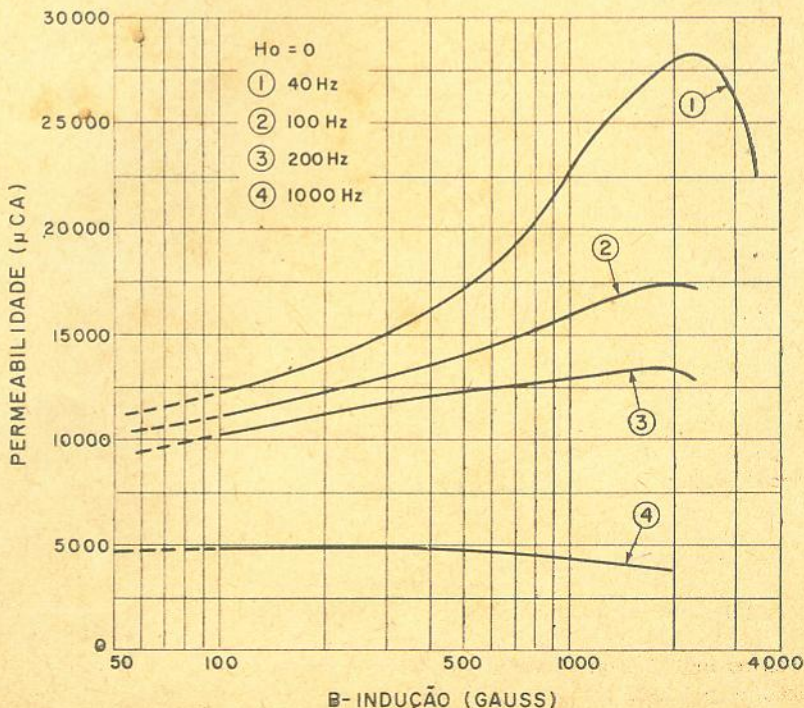

Figura 17
O gráfico da figura 17 fornecerá o valor de L em função de C em derivação, e a percentagem de ondulação. Naturalmente, o retificador deverá ser de capacidade adequada, isto é, deverá ser capaz de fornecer a corrente contínua que necessitamos para a medida.
A figura 17 mostra a curva de permeabilidade em função da indução (CA) para o MU-METAL, nas frequências de 40 — 100 — 200 e 1000 Hz. As medidas foram levantadas em laboratório, com as lâminas empilhadas e trançadas 100% (1 por vez), representam, portanto, a condição verdadeira de trabalho e não as curvas fornecidas pelo fabricante, geralmente levantadas na condição de "RING-SAMPLE" que mostra a permeabilidade máxima, sem qualquer entreferro residual (às vezes são for-
Na figura 17 a permeabilidade varia apreciavelmente com a indução e também com a frequência; a 40 Hz chega a atingir 28.000, não passando de 5.000 a 1.000 Hz.